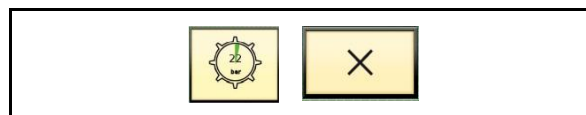

Fig. 127
- In Neutralstellung stoppen die Fördertrummel und das Elevatorband. Gleichzeitig erscheinen im Terminal die Symbole „Fördertrummel Stopp“ (Fig. 127/links) und „Elevatorband Stopp“ (Fig. 127/rechts).